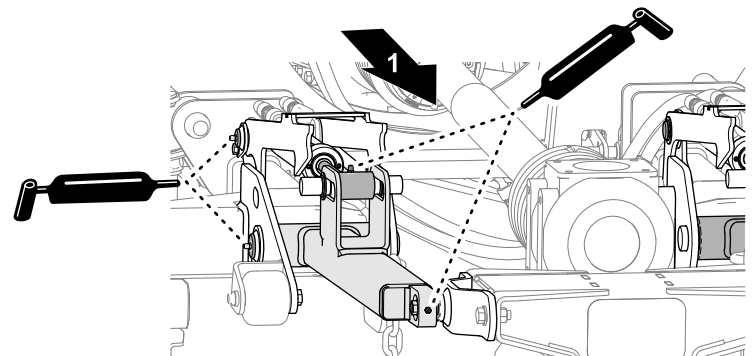

Figura 47
- Applicate il grasso a bracci di sollevamento e cilindri idraulici e ai montanti di impatto del piatto di taglio centrale (Figura 47).